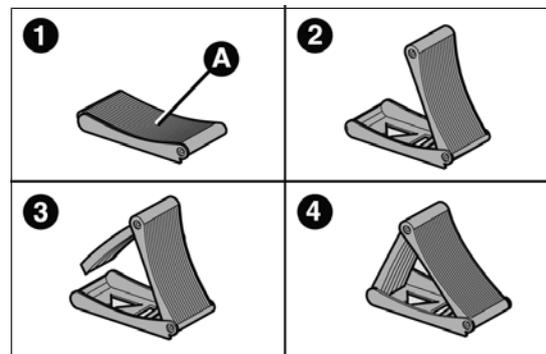

fig. 153
- prendre la cale de blocage A de la boîte à outils et l'ouvrir en livre selon le schéma illustré sur la fig. 153 ;